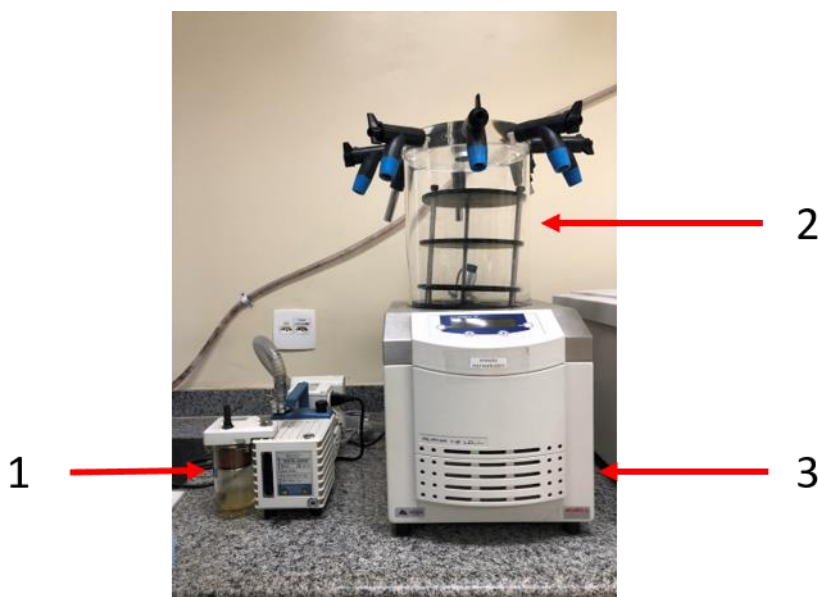

Figura 1 - Principais componentes do liofilizador
6.2 A figura 1 mostra o equipamento sobre a bancada com alguns de seus principais componentes: